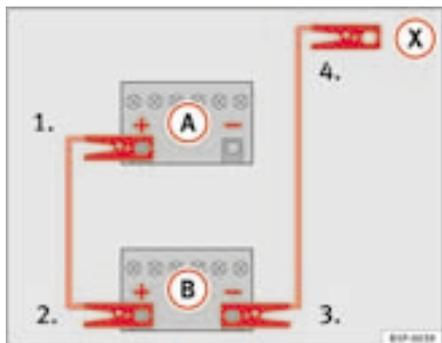

Fig. 177 Esquema de ligação dos cabos auxiliares do arranque
Na ⇒ fig. 177 **A** estão representadas a bateria descarregada e em **B** e a bateria com carga.
1. Ligar uma extremidade do cabo auxiliar de arranque vermelho ao terminal positivo ⇒ fig. 177 **+** do veículo com a bateria descarregada ⇒ **!**.